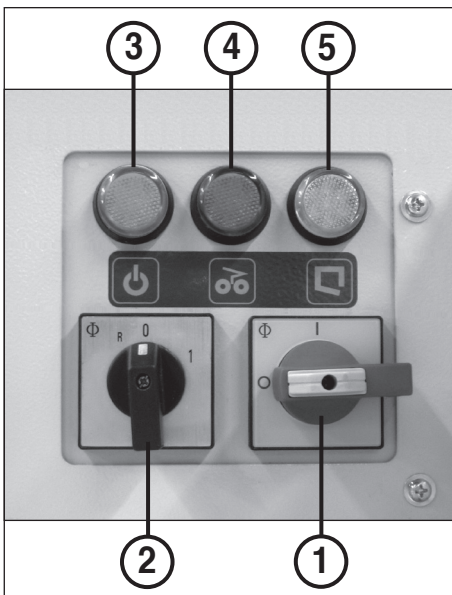

Рис. 7
1. Включить главный выключатель (1) (положение «1»).
2. Установить поворотный переключатель (2) в положение «1» (рис. 7).
ЭЛЕМЕНТЫ УПРАВЛЕНИЯ (рис. 7 и 7а):
Указание: при каждом включении аппарата автоматически инициализируется заново многофункциональное реле. Для индикации этого оба контрольных индикатора 4 и 5 (рис. 7) мигают несколько секунд.